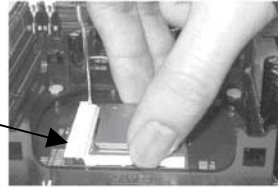

图 2
3. 寻找 CPU 上的圆点/切边。此圆点/切边应指向拉杆的旋轴，只有方向正确 CPU 才能插入。(图 2)